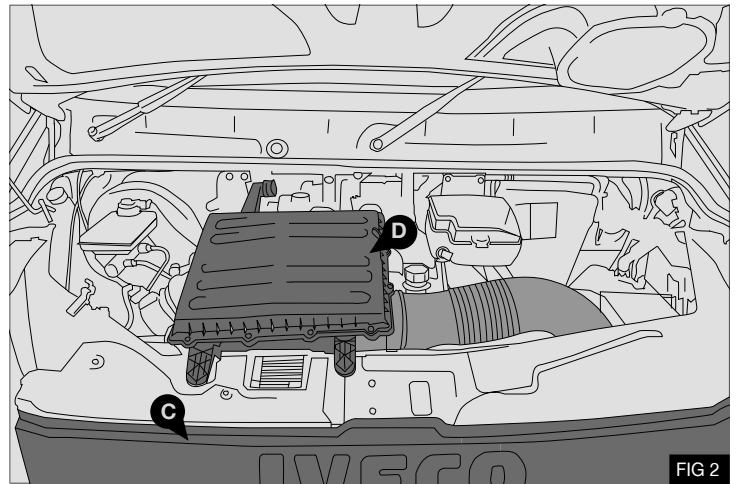

FIG 2
6. Extraiga la rejilla delantera (C) y la caja del filtro de aire (D) - Fig 2